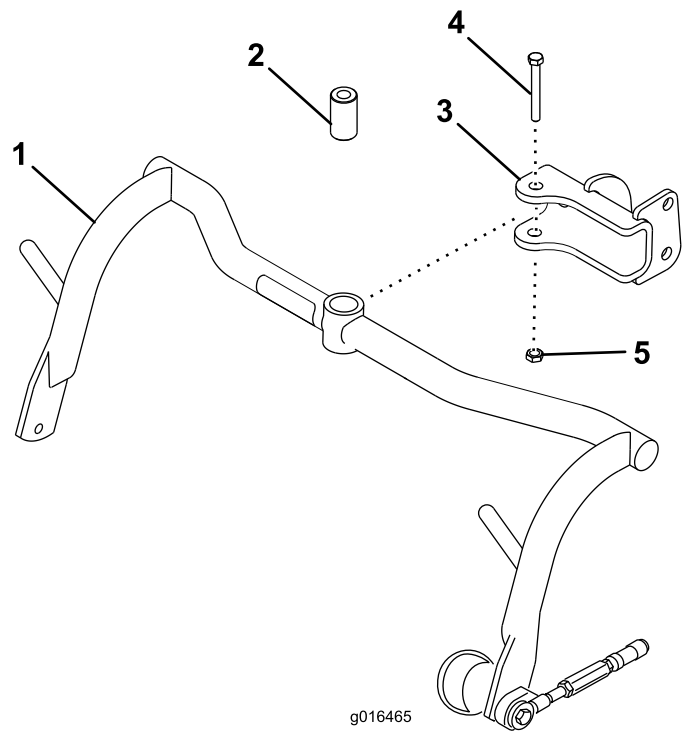

Figure 8
- Montez un bâti porteur sur chaque chape avec une entretoise, un boulon ($\frac{1}{2}$ " x $3\frac{1}{4}$ ") et un contre-écrou ($\frac{1}{2}$ ") ; voir Figure 8. Serrez à un couple de 91 à 113 N·m.